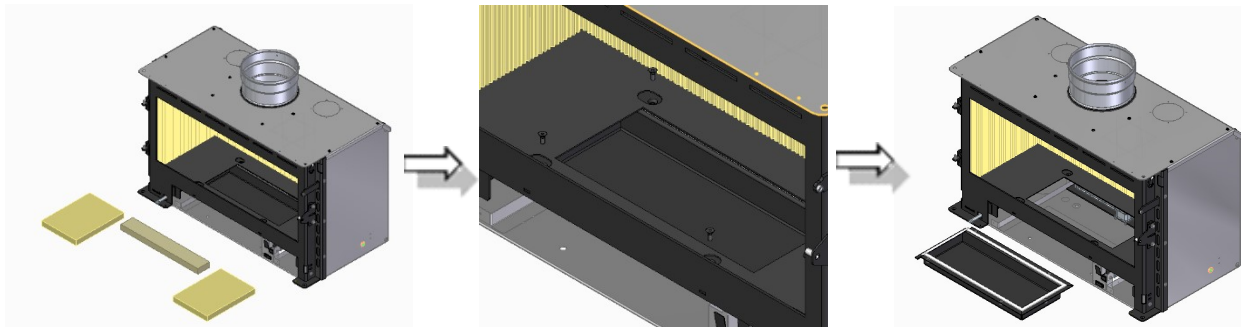

Figura 46 – Retirada de la vermiculita del fondo y del cajón
c. Retire la vermiculita del fondo del interior de la cámara de combustión y luego afloje los tornillos inferiores que fijan la caja, a su vez la caja después de aflojarse, sale por debajo del equipo, ver Figura 46.